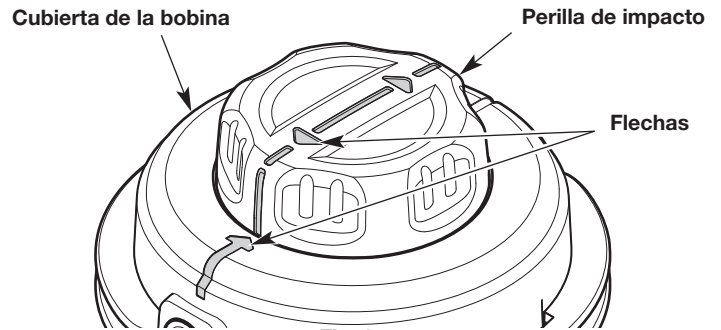

Fig. 21
- Gire la perilla de impacto para alinear las flechas de la perilla con las flechas de la cubierta de la bobina (Fig. 21).